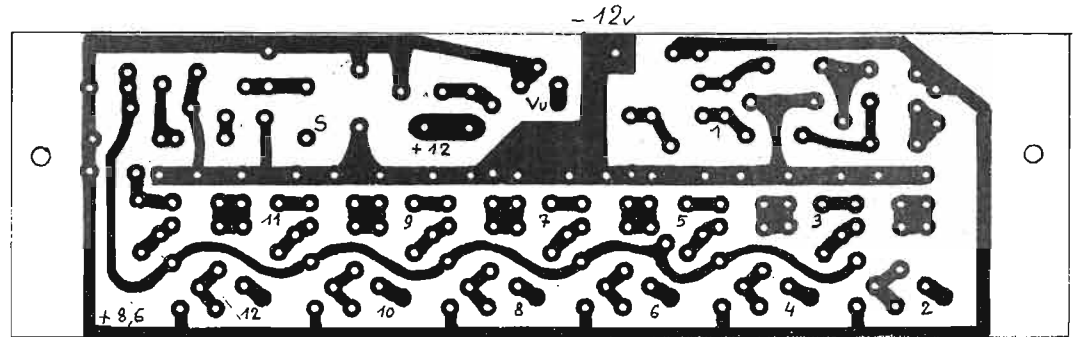

Fig. 14 : Circuit codeur à transistors.
a) Codeur : en époxy simple face (voir fig. 14). Percer les trous de composants à 10/10 et ceux de fixation à 25/10. Présenter dans le boîtier, sur les supports, pointer ces derniers et percer à 15/10 pour fixation par petites vis à tôle.